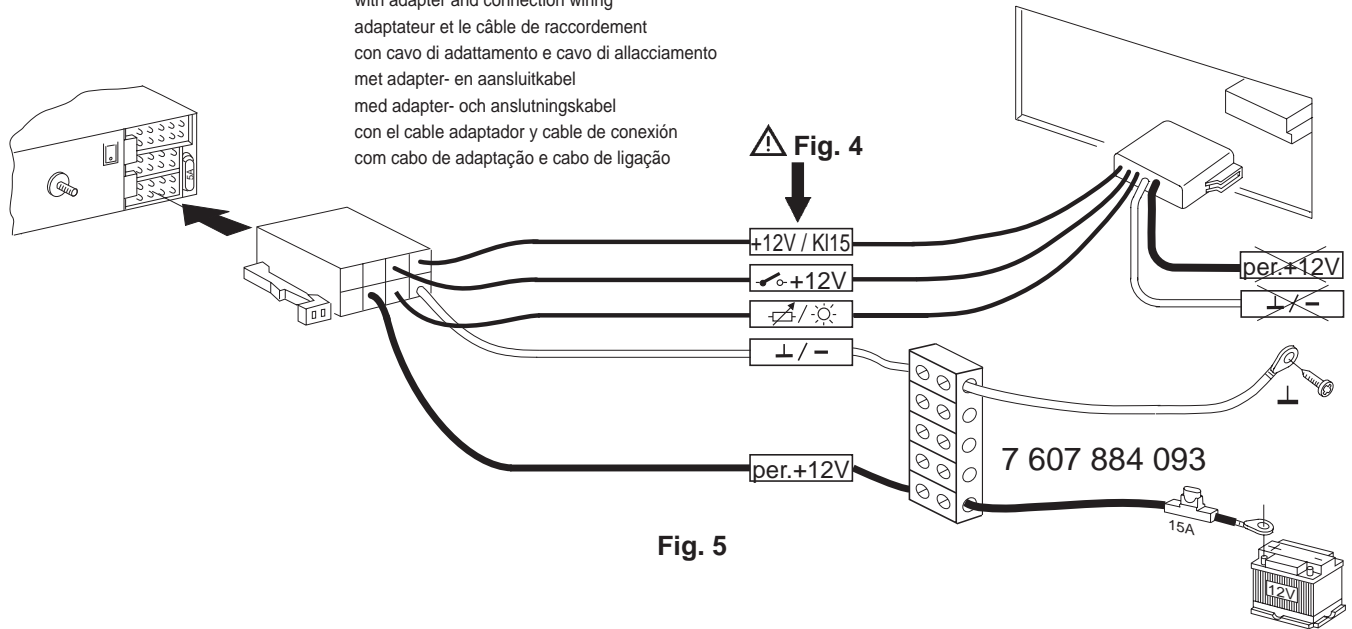

Fig. 5
- Plus-/Minus-Anschluß mit Kfz.spezifischem Adapterkabel Fig. 5
- Positive/negative connection with vehicle-specific adapter cable Fig. 5